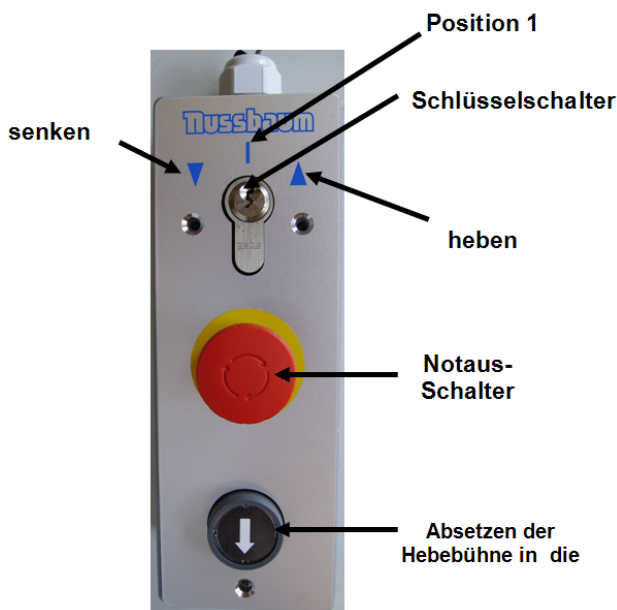

Bild 1: Bedienelement
- Einschalten der Steuerung. Hauptschalter auf Position "1" drehen (siehe Bild 1)